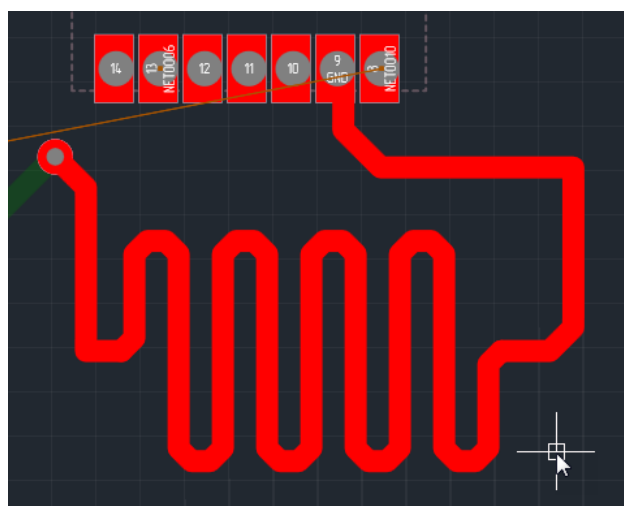

Рис. 214 Размещенный меандр
5. Зафиксировать меандр, см. Рис. 214.